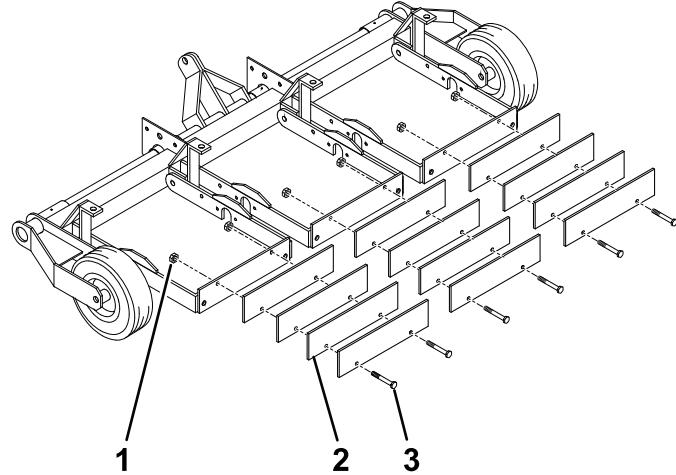

Figura 3
- Instale os pesos como se mostra na Figura 3.